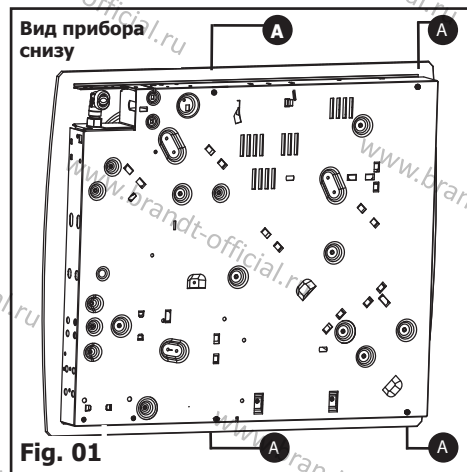

Fig. 01
- При желании вы можете зафиксировать варочную панель с помощью четырех монтажных кронштейнов, поставляемых в комплекте с винтом (Fig. 02), чтобы прикрепить их к четырем углам корпуса вы должны использовать отверстия, предусмотренные для этой цели, в соответствии со схемой выше (Fig. 01).